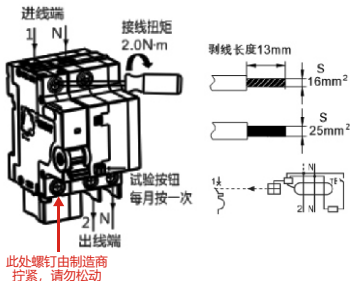

图4 接线示意图
5.3 适用于铜导线连接，导线选择见表2，接线方式及剥线长度示意如下图4